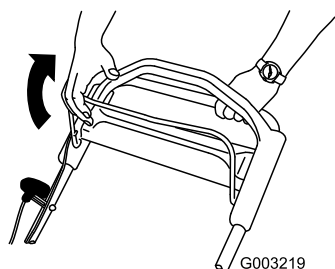

**Figura 14**
2. Apriete el cebador una vez con el dedo pulgar (Figura 14).